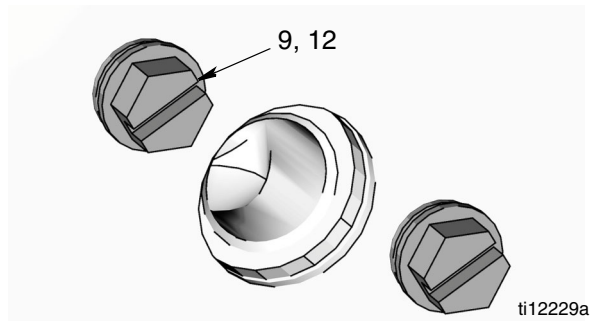

FIG. 27
- Extraiga solamente el tornillo superior (12) y la arandela (9) (FIG. 27).